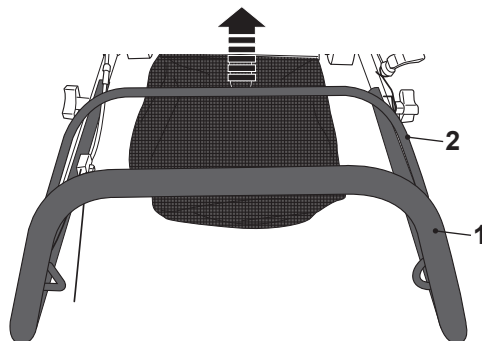

Fig. 18
Solte a alavanca do travão (2) para parar o motor e a lâmina (Fig. 18).